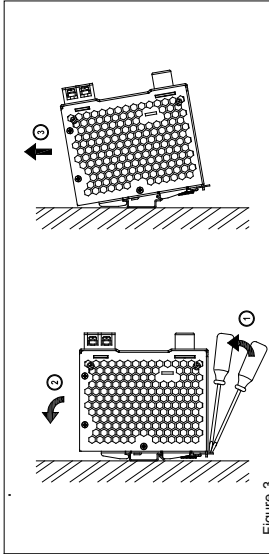

Figure 3
- 4. Demontage (Abb. 3)**
- Ziehen Sie zur Demontage den Einrasthebel mit einem Schraubendreher nach unten, wie in Abb. 3 dargestellt. Kippen Sie das Netzteil in die entgegengesetzte Richtung nach oben, klinken Sie den Einrasthebel aus und nehmen Sie das Netzteil nach oben von der DIN-Schiene ab.
- 4. Dismounting (Fig. 3)**
- To uninstall, pull or slide down the latch as shown in Fig. 3. Then, slide the PSU in the opposite direction; release the latch and pull out the PSU from the rail.